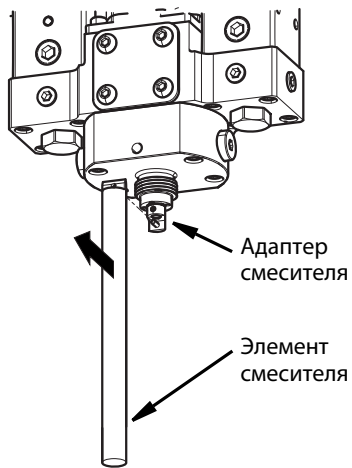

Рис. 22
6. Отсоедините элемент смесителя от адаптера смесителя. См. Рис. 22.